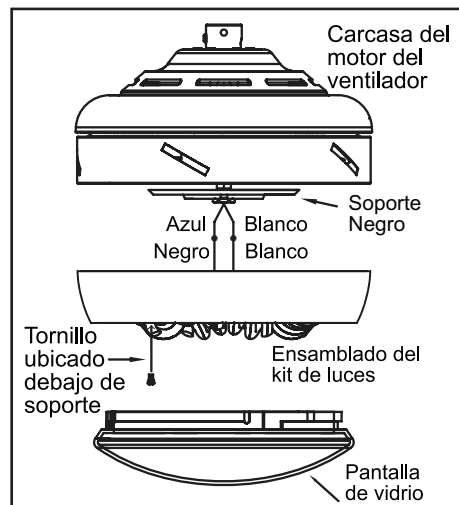

Figura 16
5. Coloca la pantalla de vidrio en el ensamblado del kit de luces alineando las ranuras del extremo superior de la pantalla con los surcos del ensamblado del kit de luces. Presiona la pantalla de vidrio hacia arriba y gira para que quede sujeta (Figura 16).